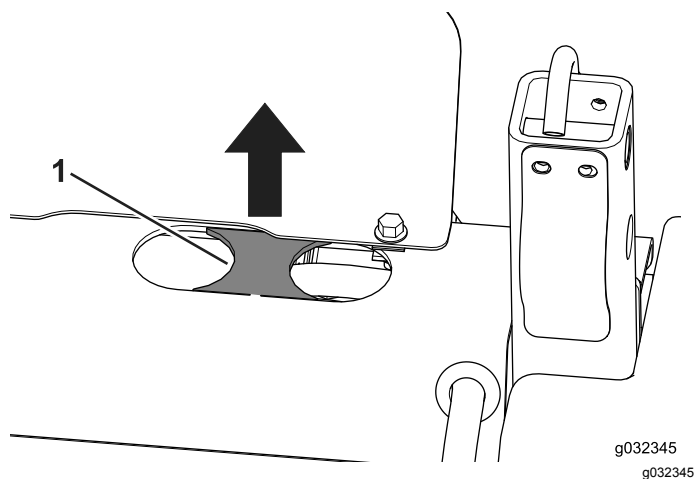

Figura 15
- Se estiver presente, retire recorte localizado entre os dois furos (Figura 15).